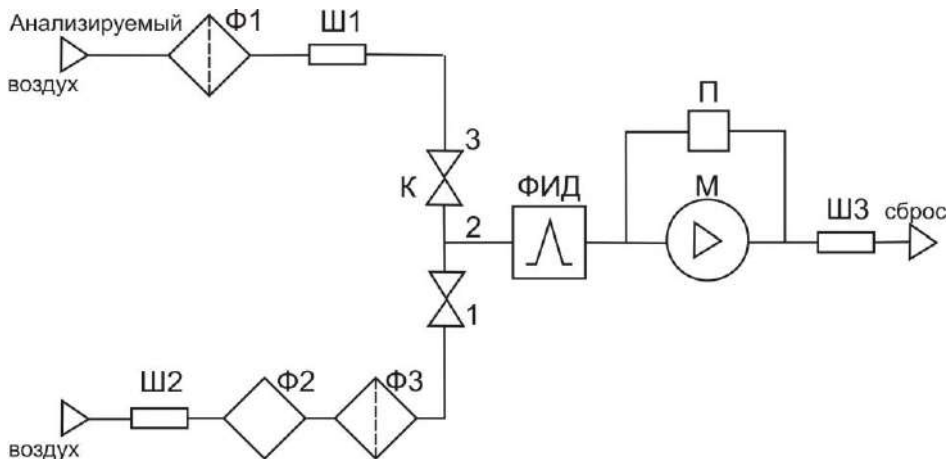

Рис.3 Газовая схема ИП
1.6.1. ИП измеряют концентрацию целевых веществ в воздухе, передают сигнал блоку КС. ИП устанавливаются в зоне измерения и соединяются с блоком КС кабелями, образуя измерительный канал. Газовая схема ИП приведена на рис. 3.